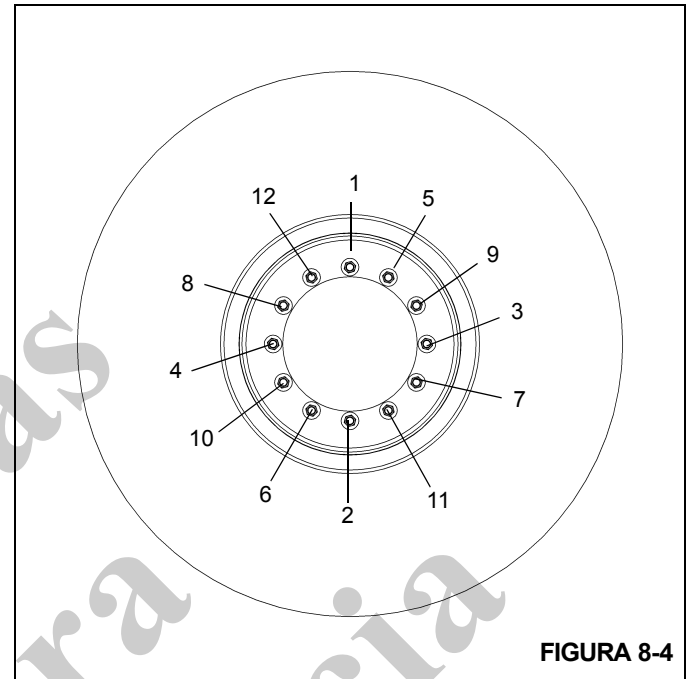

FIGURA 8-4
1. Posicione o conjunto da roda nos prisioneiros de montagem, tendo o cuidado de não danificar as roscas. Instale as porcas parafuso e aperte-as com um torque de 50 lb-pé (68 Nm) na sequência mostrada em (Figura 8-4).
3. Aperte as porcas parafuso com um torque de 340 a 360 lb-pé (461 a 488 Nm) na sequência mostrada em (Figura 8-4).